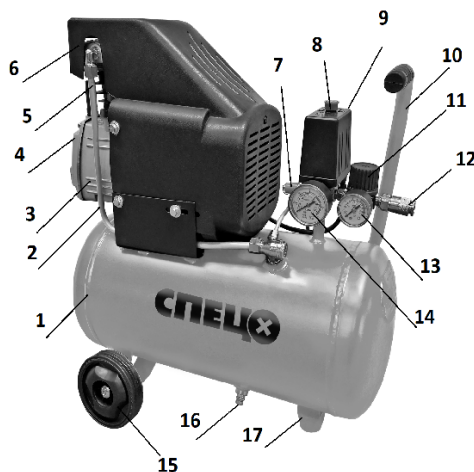

Рис. 1 Общий вид компрессора КПП-2415А
Замените транспортировочную пробку картера на пробку-сапун, поз.5, рис.1, из комплекта поставки.
- Перед первым включением и после длительного хранения откройте клапан для выпуска конденсата -16, см.рис.1.
Контроль уровня масла осуществляется при помощи смотрового глазка-3, см. рис.1.
- отверните сливной клапан -16, см.рис.1, расположенный в нижней части ресивера;